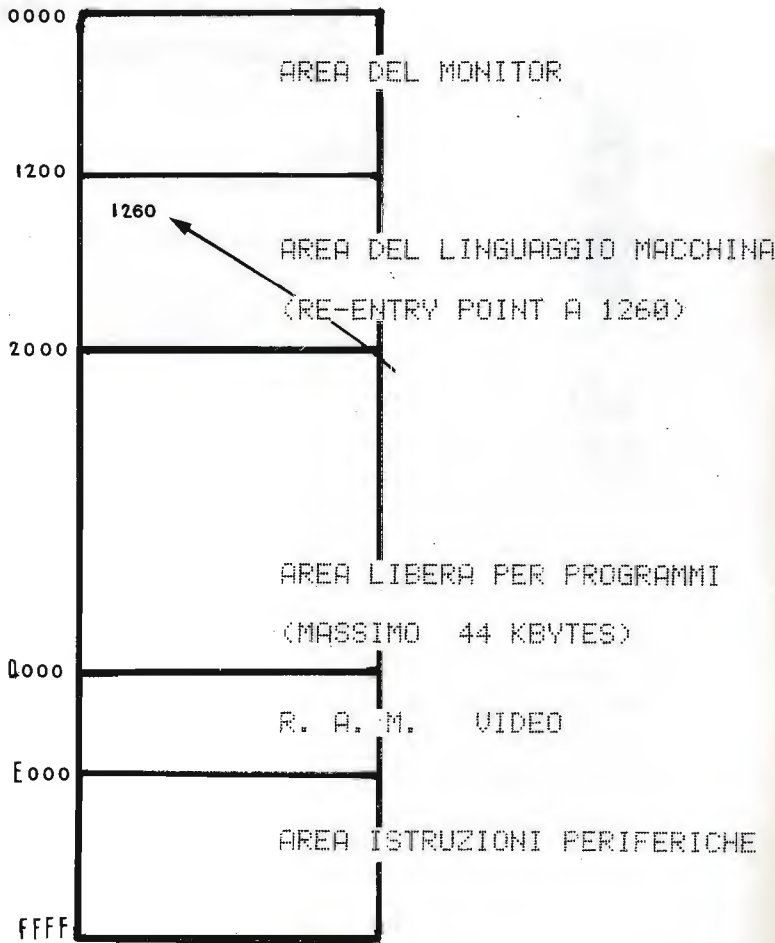

Fig. 2 - Mappa di memoria del sistema **MZ-80K SHARP** quando ospita il linguaggio macchina a posto del **BASIC**.
- 1) determinare la locazione di memoria a partire dalla quale è contenuto il programma di controllo a cui cedere il comando ad ogni fine di programma utente. Precisiamo che per lo **SHARP** accade che il Linguaggio Macchina 2001 contiene tutte le possibilità offerte dal monitor, con in più altre per display-dati, stampe, ecc., per cui è più conveniente dare il controllo a fine programma direttamente a tale linguaggio macchina. Troveremo quindi la locazione di rientro, che risulta essere in esadecimale **1260H** (**H** sta per **HEX.**, cioè esadecimale), esaminando la mappa di memoria in fig. 2.
- 2) Costruzione di una istruzione BASIC su misura. Ci occuperemo di aggiungere al set di istruzioni standard del BASIC un'altra istruzione che ci definiremo noi. Il nostro scopo è quello di disporre di una istruzione per effetti sonori speciali (per giochi, TV-games, ecc.). Innanzitutto, dobbiamo fare delle considerazioni sulla memoria. La nostra istruzione in più, che scriveremo in linguaggio macchina, risiederà nella RAM - utente, quindi fuori dal linguaggio vero e proprio. Dovremo quindi cercarle una zona di memoria "stabile" in cui siamo sicuri che il BASIC non vada a scrivere né programmi né dati. Per essere sicuri che tale zona di memoria risponda a tali requisiti, la sceglieremo, nella mappa di memoria di fig. 2, lontana dal BASIC in modo che non si intralci con esso. Scegliamo quindi la locazione di memoria CFOOH (cioè 52992 in decimale), dalla quale scriveremo il programma dell'istruzione dell'effetto sonoro. Il nostro proposito consiste nel generare un suono tipo "laser" che inizia a frequenza alta, poi via via decresce fino a smorzarsi finendo in una specie di "motore spento". Il relativo programma in linguaggio macchina esposto qui di seguito non è di facile interpretazione per chi non conosce bene l'assembly e le particolarità del sistema MZ-80K, quindi il lettore potrà far uso di questa routine, rimandando l'esatta comprensione di essa a tempi più adatti (il programma è valido per il CPU Z-80 ma non per CPU 8080-8085):